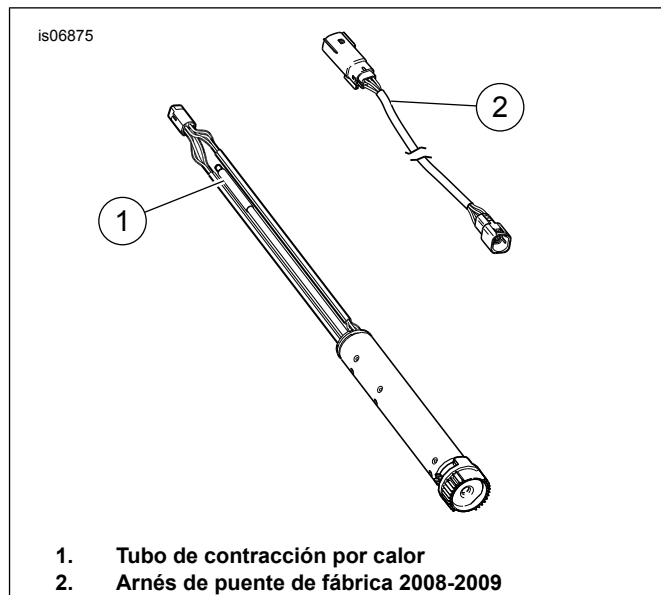

Figura 2. TGS 2008 y 2009 y arnés
3. Ver Figura 2 . Desconecte el arnés de puente del TGS del TGS y el arnés principal, y deseche el arnés de puente de fábrica (2).